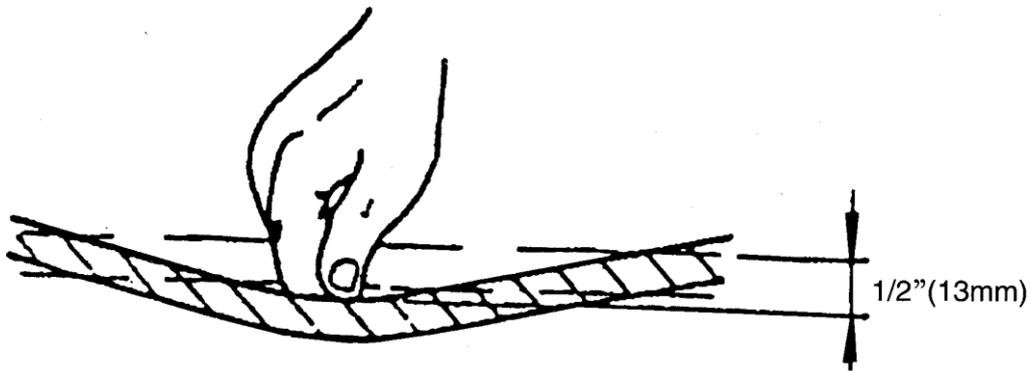

Рис. 7
4. Регулировка натяжения ремня (Рис. 7)